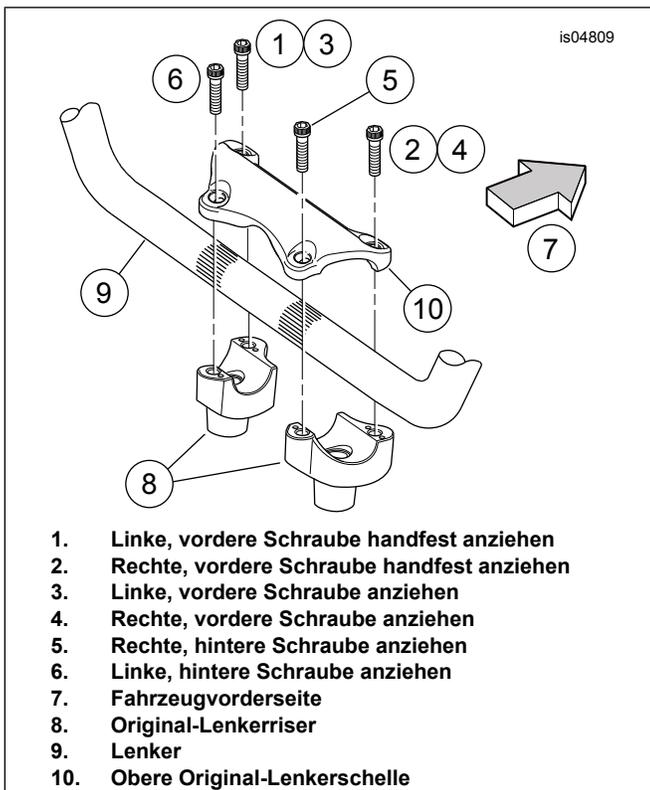

Abbildung 3. Anzugsreihenfolge der Lenkerschellenschrauben
3. Siehe Abbildung 3 Nur die zwei vorderen, oberen Schellenschrauben in der folgenden Reihenfolge von Hand anziehen (noch nicht voll anziehen!):
- a. Zuerst die linke, vordere Schraube (1) von Hand anziehen.
- b. Dann die rechte, vordere Schraube (2) von Hand anziehen.
11. Siehe Abbildung 3 Die oberen Lenkerschellenschrauben wie folgt anziehen:
- a. Die linke, vordere Schraube (1) anziehen, bis die linke Seite der Lenkerschelle mit dem vorderen Teil des linksseitigen Lenker-Risers in Berührung kommt.
- b. Die rechte, vordere Schraube (2) anziehen, bis die rechte Seite der Lenkerschelle mit dem vorderen Teil des rechtsseitigen Lenker-Risers in Berührung kommt.
- c. Die vordere linke Schraube (3) auf folgendes Drehmoment anziehen: 21,7–27,1 N·m (16–20 ft-lbs).
- d. Die vordere rechte Schraube (4) auf folgendes Drehmoment anziehen: 21,7–27,1 N·m (16–20 ft-lbs).
- e. Die hintere rechte Schraube (5) auf folgendes Drehmoment anziehen: 21,7–27,1 N·m (16–20 ft-lbs).
- f. Die hintere linke Schraube (6) auf folgendes Drehmoment anziehen: 21,7–27,1 N·m (16–20 ft-lbs).